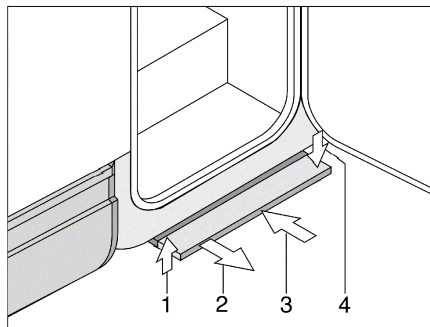

Bild 8 Mechanisch bedienbare Eintrittstufe
**Ausziehen:** ■ Die Eintrittstufe nach vorn ziehen (Bild 8,2), bis sie einrastet.
**Einschieben:** ■ Die Eintrittstufe leicht anheben (Bild 8,1).
■ Die Eintrittstufe bis zum Anschlag unter den Fahrzeugboden (Bild 8,3) schieben. Darauf achten, dass die Eintrittstufe einrastet (Bild 8,4).